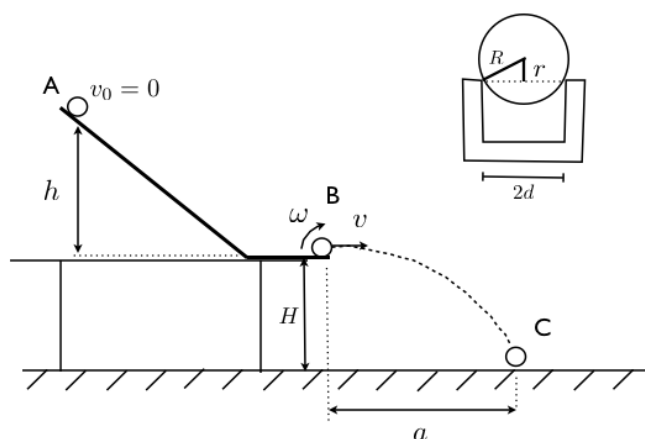

Figura 8.1: Esquema experimental.
Neste experimento vamos a estudar o movimento de um corpo rígido, neste caso uma esfera de aço, que se desloca por uma canaleta com dois trechos, um inclinado e outro horizontal. Ao atingir o final da canaleta, o corpo rígido realiza um movimento balístico até tocar o chão (Figura 8.1).
onde h é a altura na que a esfera é lançada sobre o plano inclinado (Figura 8.1), g é a aceleração da gravidade, R o raio da esfera e r é dado pela equação $r^2 = R^2 - d^2$ (ver Figura 8.1).
- Como vai determinar no chão a projeção do ponto final de canaleta (ponto B na Figura 8.1)? Ajuda: utilize um fio de prumo.